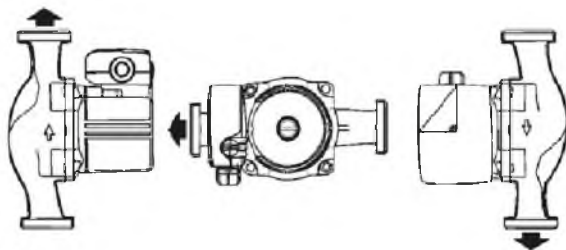
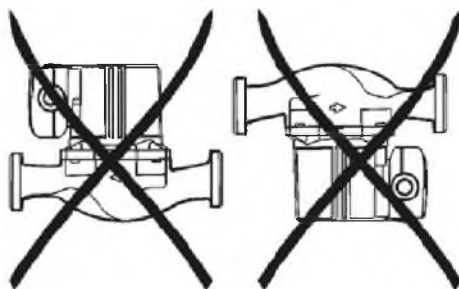

Рис. 1
Рис. 2
- Циркуляционный насос всегда должен устанавливаться таким образом, чтобы ВАЛ ЭЛЕКТРОДВИГАТЕЛЯ НАХОДИЛСЯ В ГОРИЗОНТАЛЬНОМ ПОЛОЖЕНИИ, а КЛЕММНАЯ КОРОБКА ВСЕГДА НАХОДИЛАСЬ СВЕРХУ ИЛИ СБОКУ. (Рис.1 и Рис.2)**